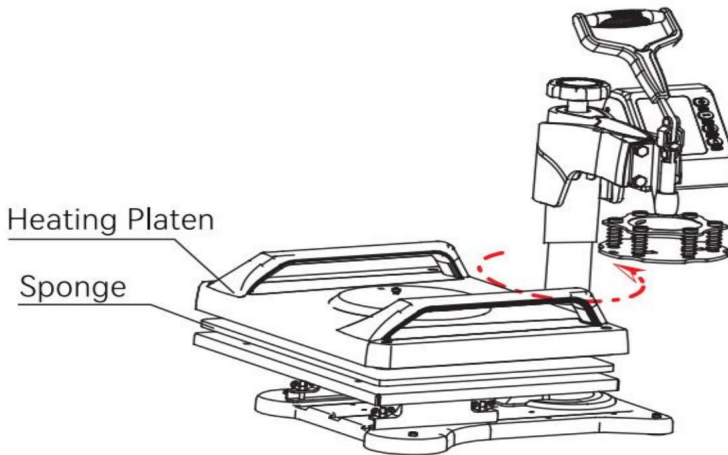

Fig 5
5. Faites pivoter la tête et placez l'éponge et la plaque chauffante sur le dessus du plateau de la table dans l'ordre (comme indiqué sur la figure 5)